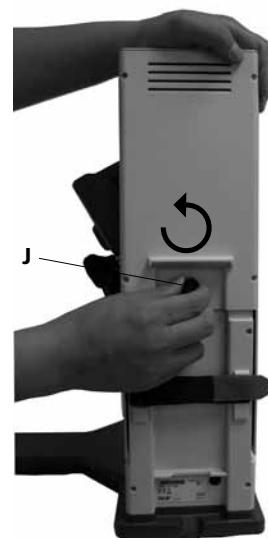

Fig. 8
2.) Entfernen der Transportsicherung. (Fig.8)